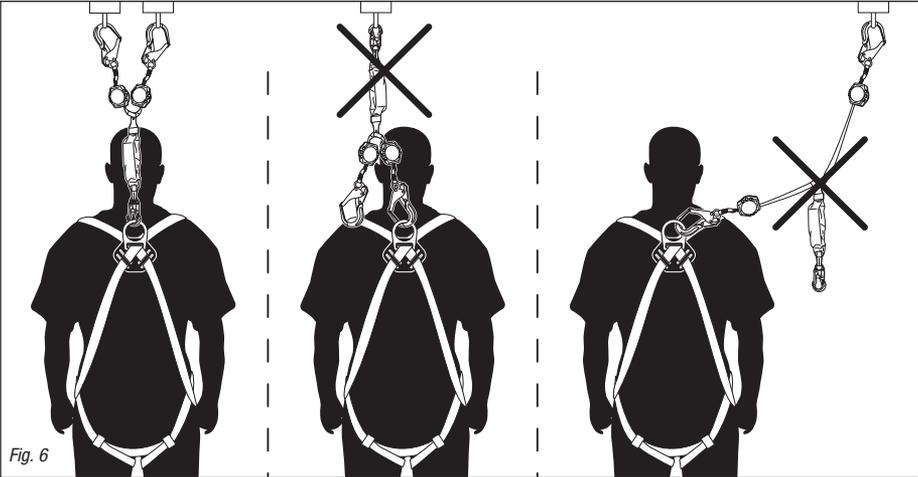

Fig. 6
- Le mousqueton à l'extrémité de l'absorbeur d'énergie doit être attaché à l'anneau dorsal du harnais seulement (*Figure 6*).
- N'attachez pas le mousqueton de l'absorbeur d'énergie au point d'ancrage (*Figure 6*).
- Attacher les deux bras de l'enrouleur à deux points d'ancrage différents est acceptable (*Figure 6*).